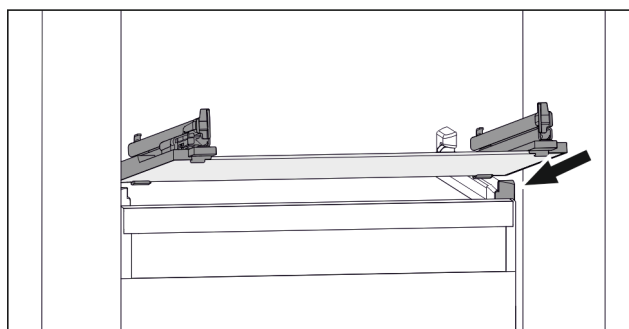

Fig. 112 Příklad znázornění skleněné desky
- ▶ Nasadte skleněnou desku šikmo za zarážky. (viz Fig. 112)